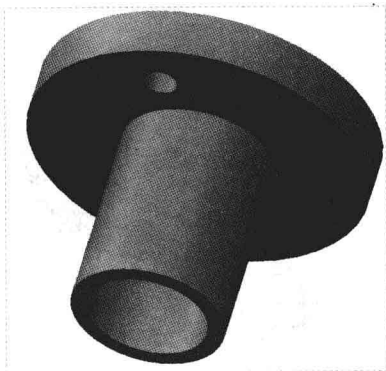

图 7-34 图形文件
Step 01 按【Ctrl+O】组合键，打开图形文件，如图 7-34 所示；在模型树中选择“拉伸 4”选项，在“功能区”选项板的“模型”选项卡中，单击“编辑”面板中的“阵列”按钮。